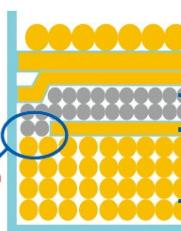

図 7.1: コロナ
**変圧器:**トランスの一次側において、図7.1のように絶縁不良がある場合、一次巻線は、コロナ放電が生じている可能性があります。